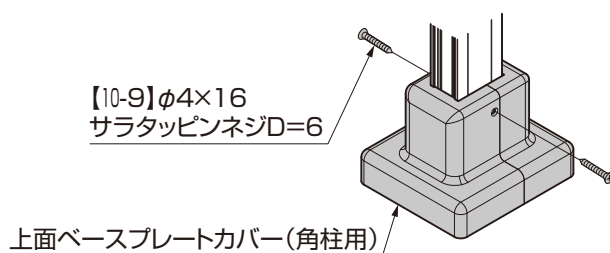

図2-22
- ①上面ベースプレート(角柱用)に、上面ベースプレートカバー(角柱用)を挟むようにかぶせてください。
- ②上面ベースプレート(角柱用)の側面部穴に、【10-9】で上面ベースプレートカバーを固定してください。(図2-22 参照)